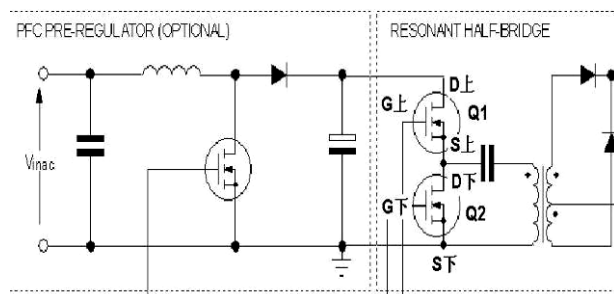
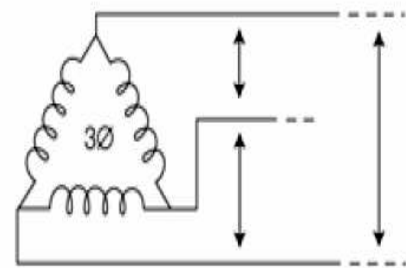

图1 开关电源中的开关管上的差分信号
图2 多相电源系统中的差分信号
在讲解差分探头之前,先来了解差分信号。差分信号是互相参考,而不是参考接地的信号。例如,图1开关电源中半桥上下开关管(Q1, Q2管)中电压信号;图2多相电源系统中电压信号,以上信号在本质上是“漂浮”在地之上。
**CMRR (共模抑制比):** 共模抑制比 (CMRR) 是指差分探头在差分测量中抑制两个测试点共模信号信号的能力。这是差分探头的关键指标，其公式为： $CMRR = |A_d/A_c|$ 。其中： $A_d$  = 差分信号的电压增益。 $A_c$  = 共模信号的电压增益。在理想情况下， $A_d$  应该很大，而  $A_c$  则应该等于0，因此 CMRR 无穷大。在实践中，10,000:1 的 CMRR 已经被看作非常好的。这意味着将抑制5 V 的共模输入信号，使其在输出上显示为0.5 毫伏。由于 CMRR 随着频率提高而下降，因此指定 CMRR 的频率与 CMRR 值一样重要。CMRR 对于测量全桥或者半桥电路的上管驱动波时，显得尤为重要，这也是高压差分探头测量这类信号时的难点。如图1中，上管GS驱动电压很小，但是共模电压很高，测量该点波形时，对差分探头的 CMRR 要求比较高，后续将会有实例演示分析。